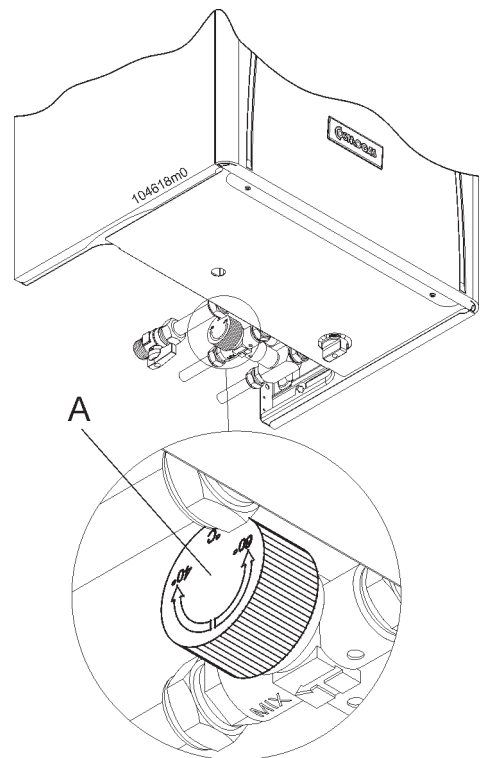

Figura 42 - Comando di regolazione temperatura acqua calda sanitaria
- regolare la temperatura dell'acqua calda sanitaria, al valore desiderato, per mezzo del miscelatore termostatico (vedi figura 42).